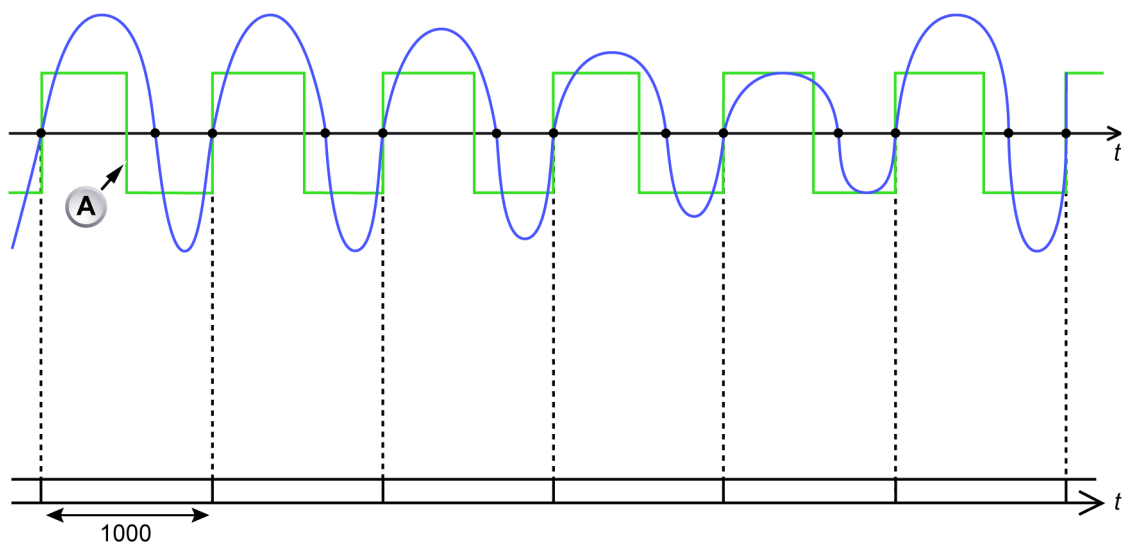

Figure E.14 : Détecteur de cycle configuré pour détecter des cycles complets
- A** L'extrémité descendante de la voie calculée est toujours placée au centre de deux extrémités montantes consécutives. Figure E.14 montre la sortie de cette voie calculée (en vert) et le signal d'entrée du détecteur de cycle (en bleu) avec ce dernier configuré en mode cycle complet sur extrémité montante. Le signal d'entrée est asymétrique.